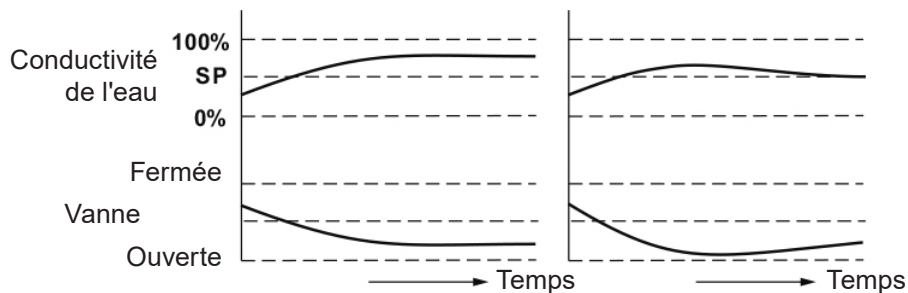

Fig. 15a - Temps intégral = 0 Fig. 15b - Temps intégral > 0
Utilisé lorsque la sonde est montée dans la chaudière. La sonde est capable de surveiller en permanence la conductivité de la tige de la sonde à l'enveloppe de la chaudière. Sans réglage de temps intégral, le TDS / conductivité sera contrôlé proportionnellement dans la bande définie (bande proportionnelle - Pb). Avec un temps intégral supérieur à zéro, le régulateur tentera de contrôler la mesure TDS / conductivité à proximité du point de consigne (SP). Voir les exemples ci-dessous de commande proportionnelle uniquement (figure 15a) et de commande proportionnelle à action intégrale (figure 15b).